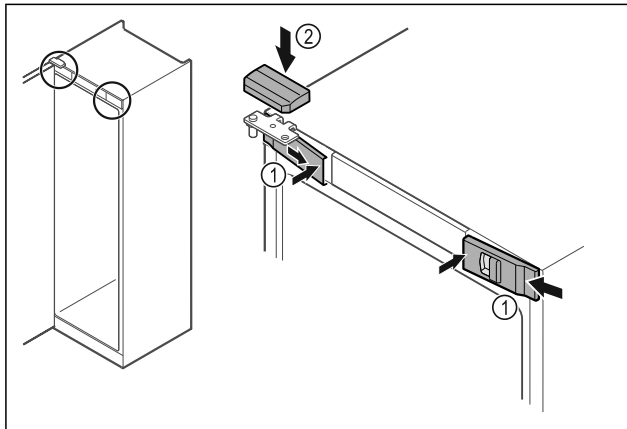

Fig. 54
- ▶ Přední kryty Fig. 54 (1) bočně zahákněte a zaklapněte dovnitř.
- ▶ Horní kryt Fig. 54 (2) shora zaklapněte.